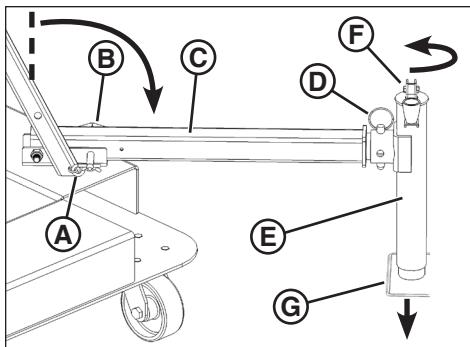

Figure 7
1. Retirer la goupille fendue (A, Figure 7) et la goupille de blocage du longeron (B).
2. Abaisser le longeron (C, Figure 7) en position de fonctionnement comme illustré, et bloquer en position de fonctionnement avec la goupille de blocage du longeron. Fixer la goupille de blocage du longeron avec la goupille fendue.
- Retirer la goupille de verrouillage du vérin stabilisateur (**D**, Figure 7). Tourner le stabilisateur en position de fonctionnement (**E**). Installer la goupille du vérin stabilisateur complètement dans les orifices du haut et du bas du vérin et du longeron.
- Déplier la poignée (**F**, Figure 7) du vérin stabilisateur. Tourner la poignée dans le sens horaire pour abaisser fermement le pied du stabilisateur (**G**) sur la surface de travail.